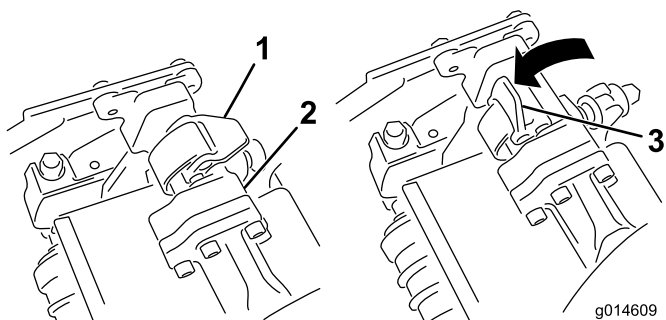
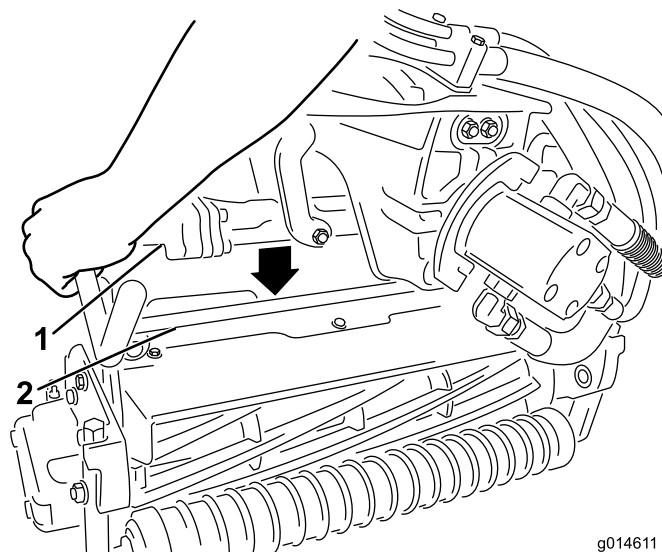

Figura 12
Figura 13
9. Con los enganches del brazo de suspensión orientados hacia arriba (es decir, abiertos) (Figura 12), empuje hacia abajo el brazo de suspensión de modo que la barra encaje en la barra situada en la parte superior de la unidad de corte (Figura 13).
10. Presione los enganches hacia abajo alrededor de la barra de la unidad de corte y bloqueélas (Figura 12).